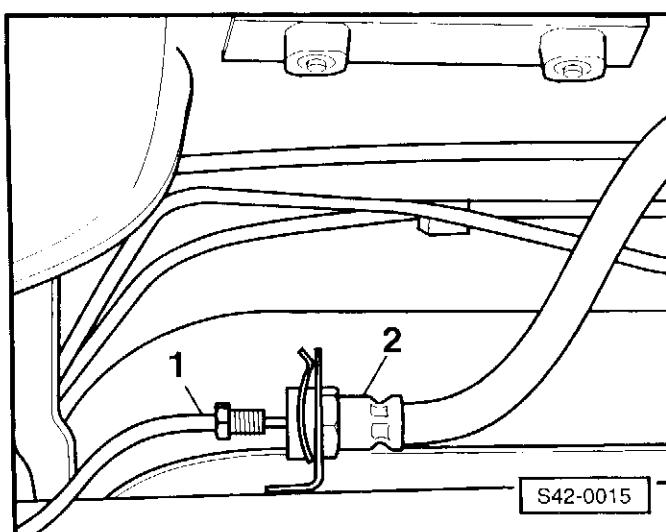

Рис. 2 Отсоединить трубопровод гидравлического тормозного привода -1- от тормозных шлангов -2-
- ◆ отсоединение ⇒ рис. 2
- ◆ положение для сборки ⇒ рис. 2
◀ Рис. 2 Положение для сборки тарелки пружины (не распространяется на автомобили „Pickup“)